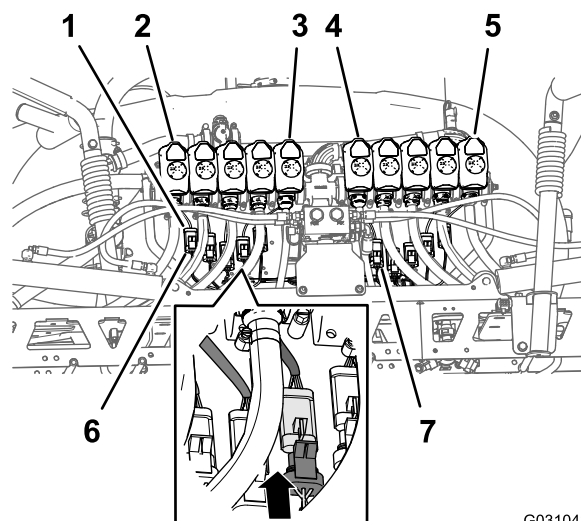

Рисунок 133
1. Проложите 3-гнездовые разъемы с маркировкой с **Nozzle Valve 1** (Клапан сопла 1) по **Nozzle Valve 5** (Клапан сопла 5) ответвления длиной 203 см жгута проводов в сторону задней части опоры крепления 10 клапанов и под клапанами сопел с 1 по 5 (Рисунок 133).
2. Проложите 3-гнездовые разъемы с маркировкой с **Nozzle Valve 6** (Клапан сопла 6) по **Nozzle Valve 10** (Клапан сопла 10) ответвления длиной 203 см жгута проводов в сторону задней части опоры крепления 10 клапанов и под клапанами сопел с 6 по 10 (**Рисунок 133**).
3. Подсоедините 3-штыревой разъем с маркировкой **Nozzle 1** (Сопло 1) заднего жгута проводов к 3-штыревому разъему жгута проводов для клапана сопла 1 (**Рисунок 133**).
4. Повторите пункт 3 для клапанов сопел с 2 по 10 (**Рисунок 133**).